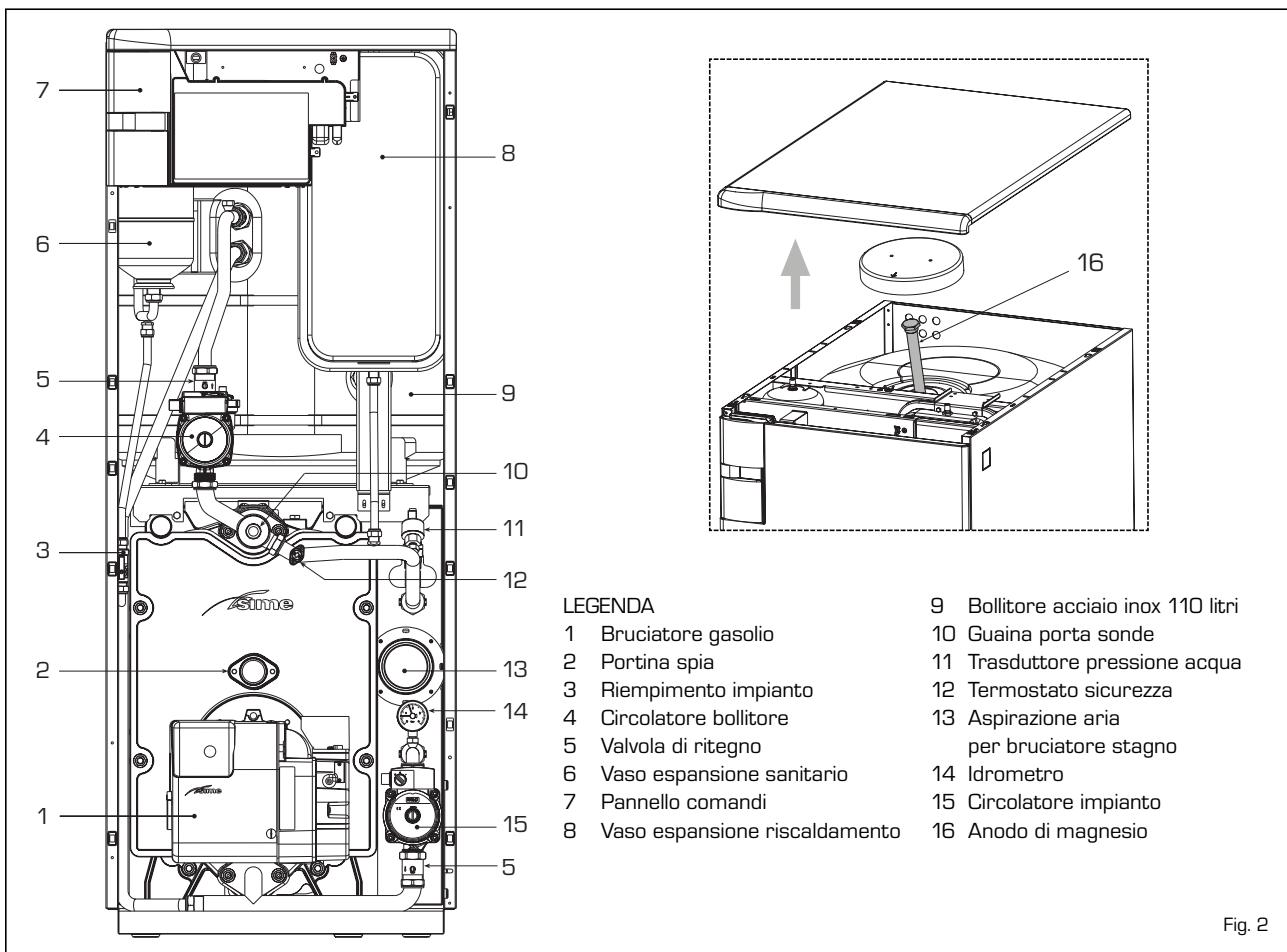

Fig. 2
1.4 COMPONENTI PRINCIPALI (fig. 2)
Per facilitare questa operazione posizionare orizzontalmente l'intaglio della vite di sblocco della valvola di ritegno (5 fig. 2). Spurgata tutta l'aria, riportare la vite nella posizione iniziale.